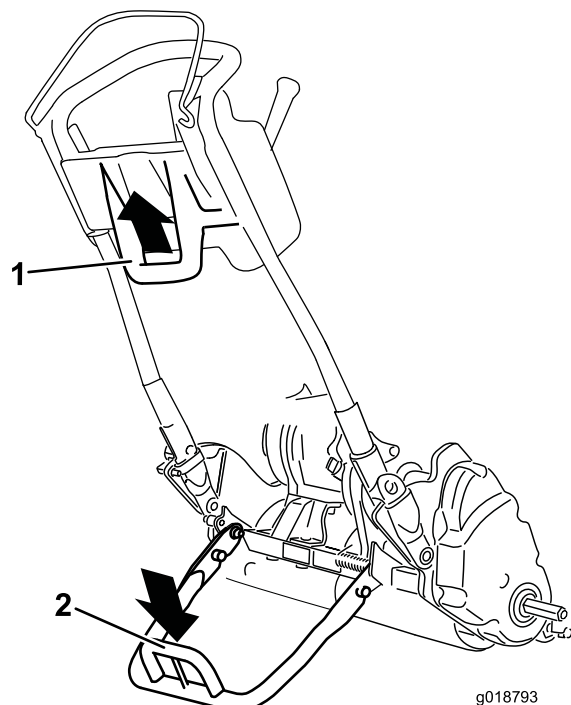

Figure 27
- Pour utiliser la béquille afin de monter les roues de transport, abaissez la béquille au sol et posez le pied sur l'arceau tout en tirant la machine vers le haut et l'arrière par la poignée centrale inférieure (Figure 27).